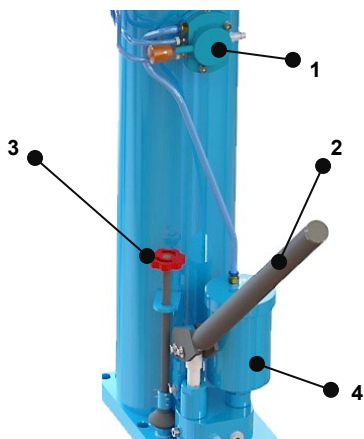
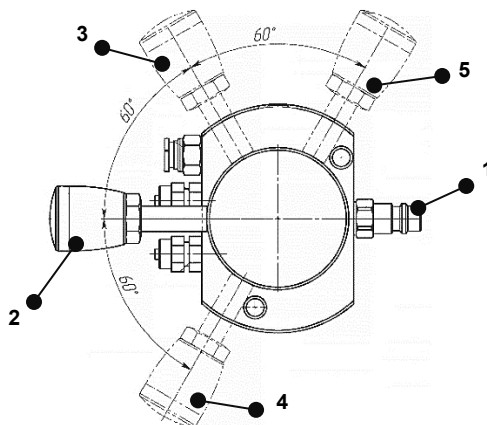

Рис.1 (для модели РП)
Рис.2 (для модели П, РП)
- 5.1 Присоедините пневмошланг линии сжатого воздуха к штуцеру пневмораспределителя (Рис.1 поз.1, Рис.2 поз.1). Рабочее давление линии сж. воздуха 6-10 бар.
- 5.2 Убедитесь, что клапан сброса давления (Рис.1 поз.3) закрыт (по ЧС). Для быстрого подвода штока, переместите ручку распределителя из нейтрального положения 2 в положение 3 (Рис. 2). Достигнув нагрузки верните ручку в нейтральное положение 2 (Рис.2).
5.3 При помощи ручного насоса (Рис.1 поз.2) осуществите подъем транспортного средства или иного груза. При наличии пневмогидравлического двигателя (Рис.1 поз.4) подъем под нагрузкой может осуществляться перемещением ручки распределителя из положения 2 в положение 5 (Рис. 2), достигнув нужной высоты переведите ручку распределителя в нейтральное положение 2 (Рис.2).
5.4 Для возврата штока откройте клапан сброса давления против ЧС (Рис.1 поз.3) и переместите ручку распределителя из положения 2 в положение 4 (Рис.2). После полного возврата штока переведите ручку распределителя в нейтральное положение 2 (Рис.2) и отключите подъемник от линии сжатого воздуха.